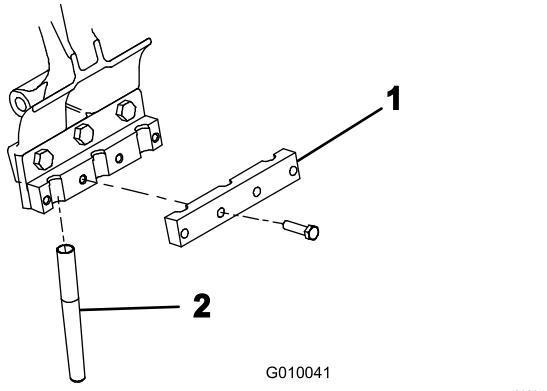

Bild 24
5. Befestigen Sie eine Tinesklemme mit vier Schrauben ($\frac{3}{8}$ " x $1\frac{1}{2}$ ") lose an jedem Tines-Halter (Bild 24). Ziehen Sie die Bolzen nicht fest.